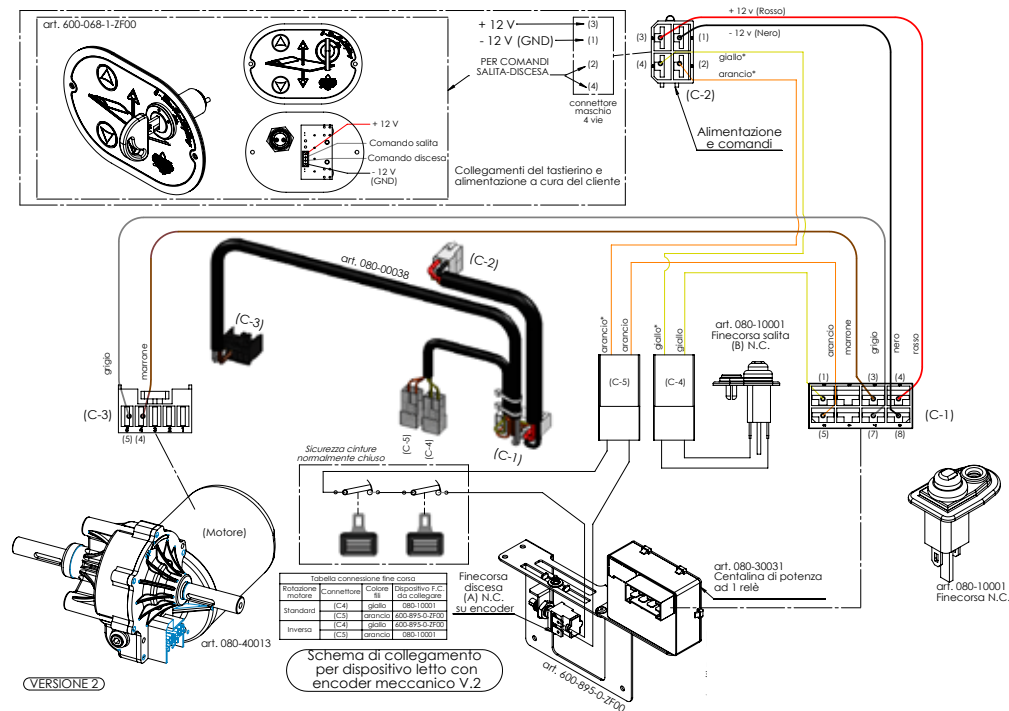

FIG. 3.A – SCHEMA DEI COLLEGAMENTI
Lo schema di Fig. 3.A riassume tutti i collegamenti da realizzare fra la scheda e gli altri elementi per ottenere un impianto correttamente funzionante.
**Per garantire la sicurezza in marcia, il letto deve essere bloccato in posizione di riposo con appositi cinturini di sicurezza. Tali cinturini hanno internamente un contatto normalmente chiuso che può essere usato per discriminare lo stato di "cinturino di sicurezza allacciata" o meno. Il collegamento di tali dispositivi è mostrato in Fig. 3.A. indicati dalla scritta "sicurezza cintura".**